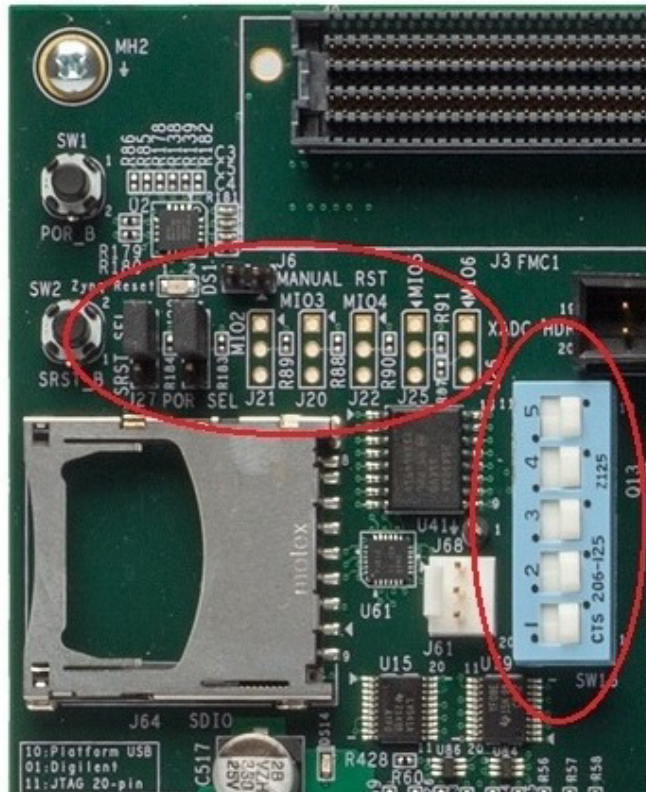

図 5-2: SW16 スイッチの設定の確認
- 。 図 5-2 に示すとおりに SW16 スイッチが設定されていることを確認します。